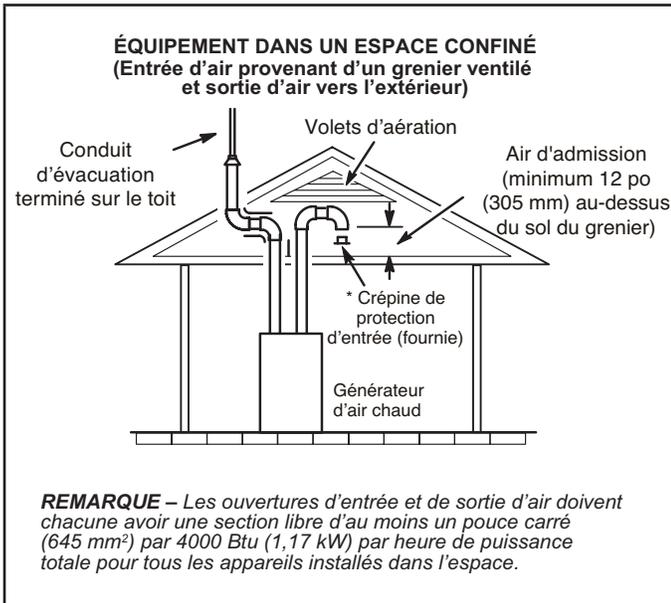
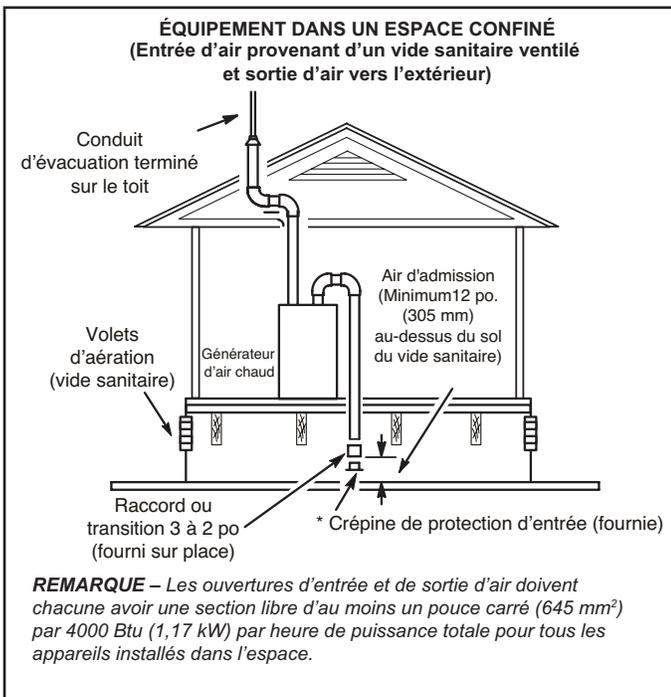

Figure 28
Figure 29
- 2 - Si l'air d'admission est aspiré d'un grenier ventilé (Figure 28) ou d'un vide sanitaire ventilé (Figure 29), la longueur de l'évacuation ne doit pas dépasser celle indiquée au Tableau 6. Si un tuyau de 3 po de diamètre est utilisé, le réduire à 2 po de diamètre pour pouvoir installer la crépine anti-résidus.